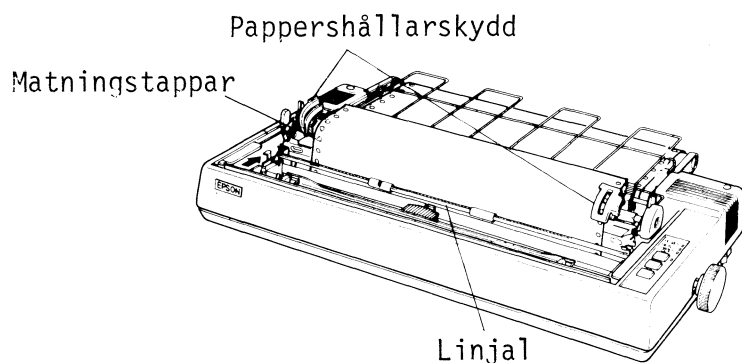

Fig 3.11 Montering av papperet på pigghjulen
- h) Lyft upp de två pappershållarskydden och träd papperets matarhål på matartapparna. Tryck sedan ned pappershållarskydden. Se fig 3.11.